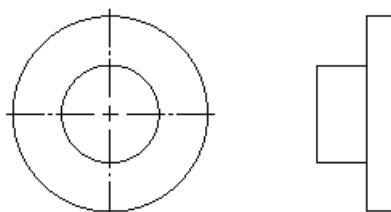

图 8-34 单击以放置视图
(5) 当视图位于所需的位置时，单击以放置视图，如图 8-34 所示。